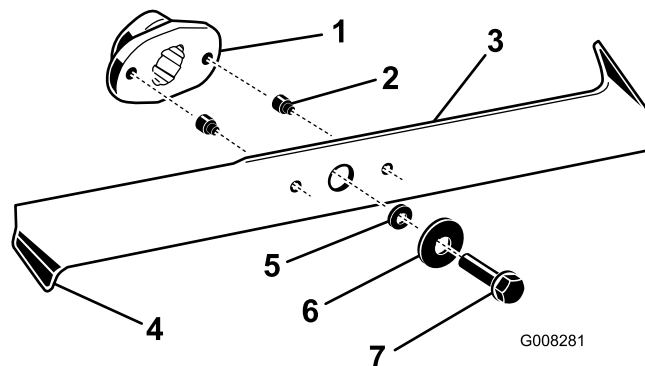

Bild 37
2. Untersuchen Sie die Schnittkanten (Bild 37). Entfernen und schärfen Sie die Messer, wenn die Schnittkanten nicht scharf sind oder Auskerbungen aufweisen, siehe Schärfen der Messer \(Seite 32\).
3. Prüfen Sie die Schnittmesser, insbesondere die gebogenen Kanten (Bild 37). Montieren Sie neue Messer, wenn Sie eine Abnutzung oder Beschädigung dieses Bereichs feststellen.
4. Ersetzen Sie die Abscherbolzen sofort, wenn Sie gebrochen sind (Bild 37).
3. Entfernen Sie die Messerschrauben, Scheiben und Messer (Bild 37). Sie können einen Holzklotz zwischen das Schnittmesser und das Mähwerk keilen, um das Schnittmesser beim Entfernen der Schraube zu blockieren.
1. Montieren Sie die Schnittmesser, Scheiben und Messerschrauben (Bild 37).